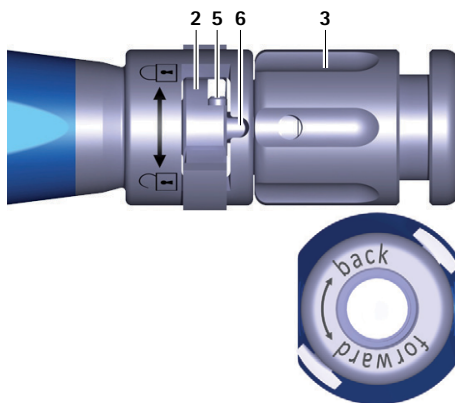

Fig. 1 Visualização de proximidade do instrumento introdutor, comutador aberto
- ▶ Rodar a porca giratória **3** no instrumento introdutor **A** no sentido anti-horário (sentido "forward"), para empurrar a barra **6** para a frente, ver Fig. 1.
- Rodar o comutador **2** para a esquerda (sentido ↶), ver Fig. 1.
- Rodar o comutador **2** para a esquerda (sentido , ver Fig. 1).
- Verificar a posição para acoplar o instrumento introdutor **A**, ver Fig. 1.
- ▶ Rodar o comutador **2** para a esquerda (sentido ⤵), ver Fig. 1.
- ▶ Rodar a porca giratória **3** no sentido anti-horário (sentido "forward"), até a barra **6** ser empurrada para a frente, ver Fig. 1.